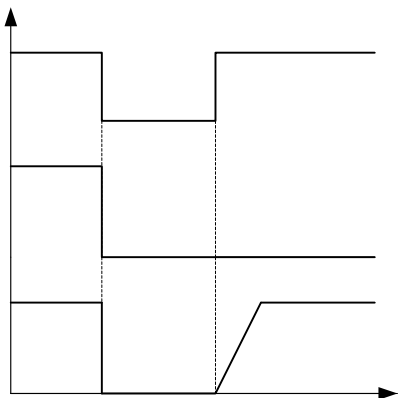

图 7-7 上电恢复示意图
- F1.00 千位=1** 变频器在运行或停车过程中掉电，待重新上电后，自动恢复原来的运行或停车状态。如图 7-7 所示。